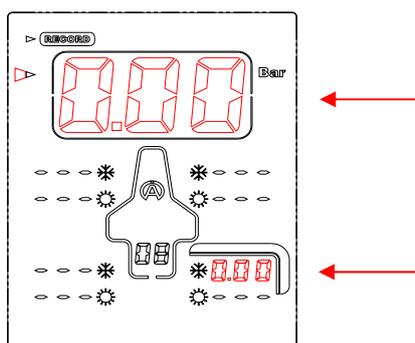

図 2
- 2) ボタン  と  を使い《 FACE 》を選択 (図 2)
例 (図 2)は、記録可能状態、《 08 》セット目の走行前 *冷間時、右リアタイヤの測定前